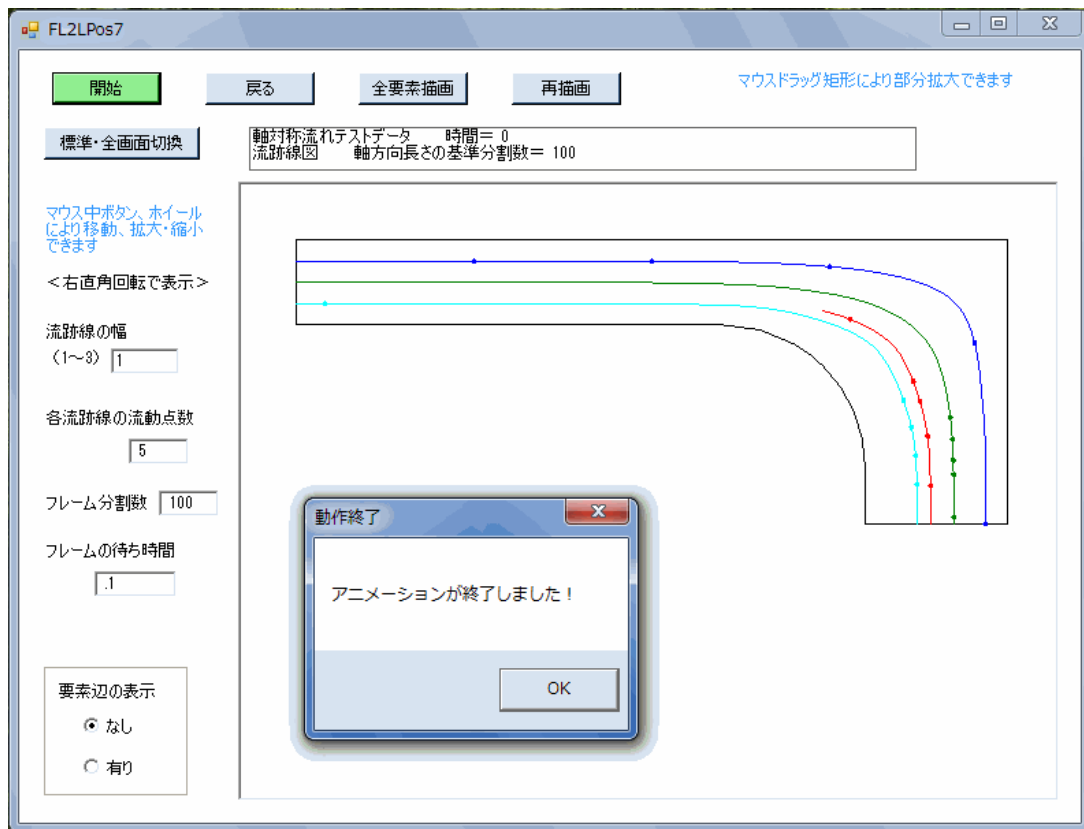

図5-10 アニメーションの終了画面
- ⑤アニメーションが終了すると、図5-10の終了画面となります。同画面の終了確認